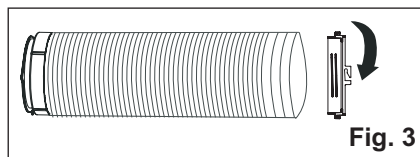

Fig. 3
2. Estique o outro lado da mangueira e aparafuse-o ao adaptador B (Fig. 3).